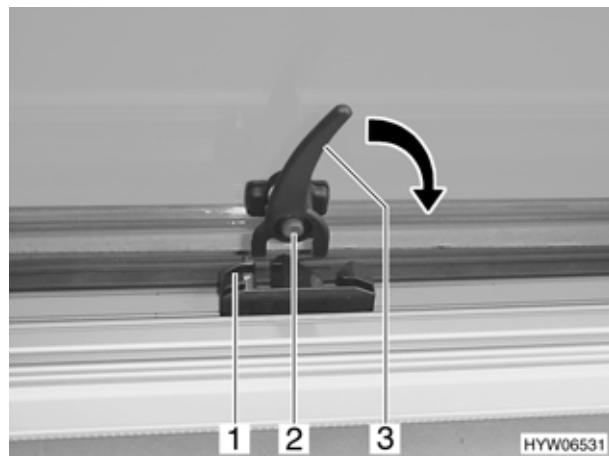

Fig. 40 Finestra apribile, maniglia aperta
- Premere il bottone di sicurezza (Fig. 40,2).
- Mettere la maniglia (Fig. 40,3) in posizione orizzontale nel senso della freccia.
- Girare verso sinistra la maniglia della finestra apribile tenendo premuto il bottone di sicurezza. Il bloccaggio deve entrare nell'apertura sinistra (Fig. 40,1) del dispositivo di bloccaggio.